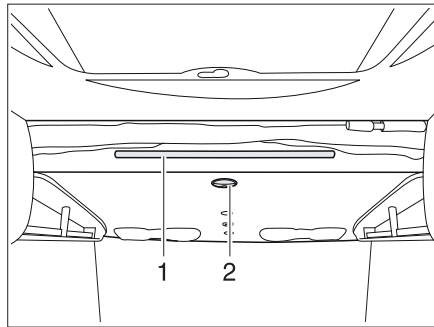

Bild 131 Hubbett elektrisch
- Den Griff (Bild 131,2) an der Unterseite des Hubbettes drehen.
- Die Aufstiegsleiter mit den beiden Bügeln in die Haltstange (Bild 131,1) am Hubbett einhängen.